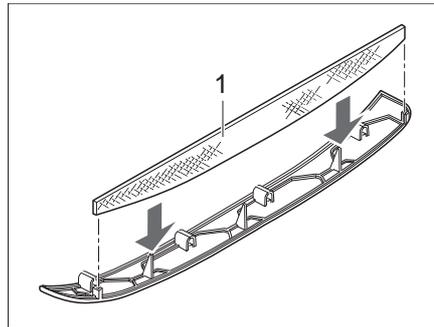
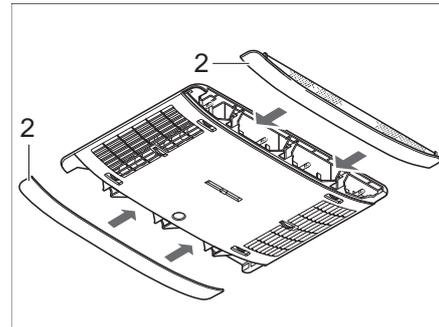

Bild 174 Flusenfilter Klimaanlage
Bild 175 Paneelen Klimaanlage
In den seitlichen Paneelen (Bild 175,2) befinden sich zwei Flusenfilter. Die Flusenfilter müssen in regelmäßigen Abständen, mindestens jedoch alle 6 Monate, gereinigt und bei Bedarf gewechselt werden.
- Paneele (Bild 175,2) vom Luftverteiler abziehen und Flusenfilter (Bild 174,1) reinigen oder bei Bedarf wechseln.